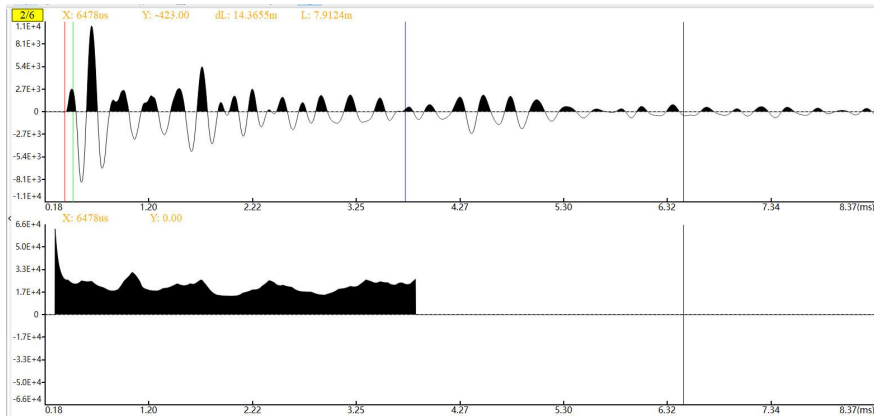

图 4-18 EMD 分析
- **EMD 分析：**在点击 EMD 选项图标以后在原波形上会分别出现出现红色、绿色和紫色的标注，这 3 个标注分别定位的是锚杆的杆头，自由端与锚固段临界点和杆底的位置，如图 4-18 所示。在操作过程中这些标注可以用作参考来方便对整个杆体进行分析，关注 EMD 后波形的尖峰点，该处可能对应缺陷位置。快捷键为 **E**。